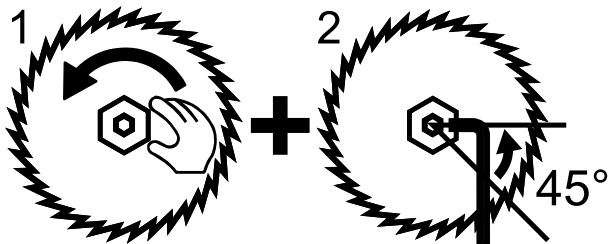

Figura 21 – Cómo apretar el perno de sujeción de la cuchilla
7. Oprima el tapón del depósito de aceite/botón de traba y apriete a mano el perno de sujeción de la cuchilla, haciéndolo rotar a la izquierda. Luego, con la llave suministrada, dele otra vuelta de 45° (1/8 de vuelta). *Vea la Figura 21.* No apriete el perno demasiado, ya que las arandelas y el perno funcionan como embrague para proteger la máquina.